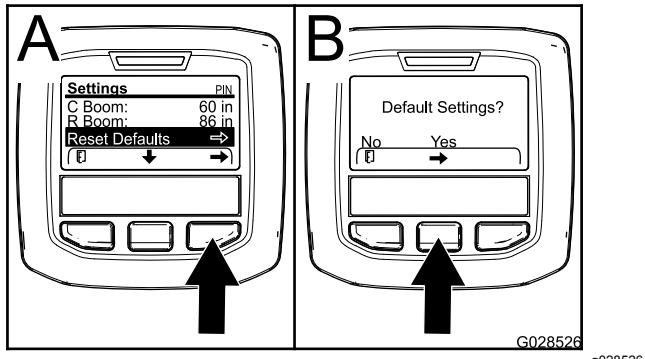

Figure 28
1. Appuyez sur le bouton de sélection central pour naviguer jusqu'à l'option Restauration des paramètres par défaut (Figure 28).
3. Dans l'écran Paramètres par défaut, appuyez sur le bouton de sélection gauche pour Non ou sur le bouton droit pour Oui (Figure 28).